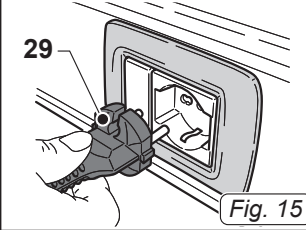

Fig. 15
- Inserire la spina (29 Fig.15) nella presa di corrente.